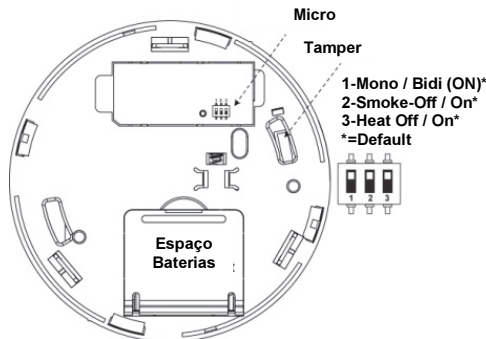

Figura 8: Parte posterior da unidade: compartimento das pilhas, tamper e o interruptor DIP
7. Abra a tampa do compartimento das baterias (veja a Figura 8).
3. Abra a tampa do compartimento das baterias (veja a Figura 8).